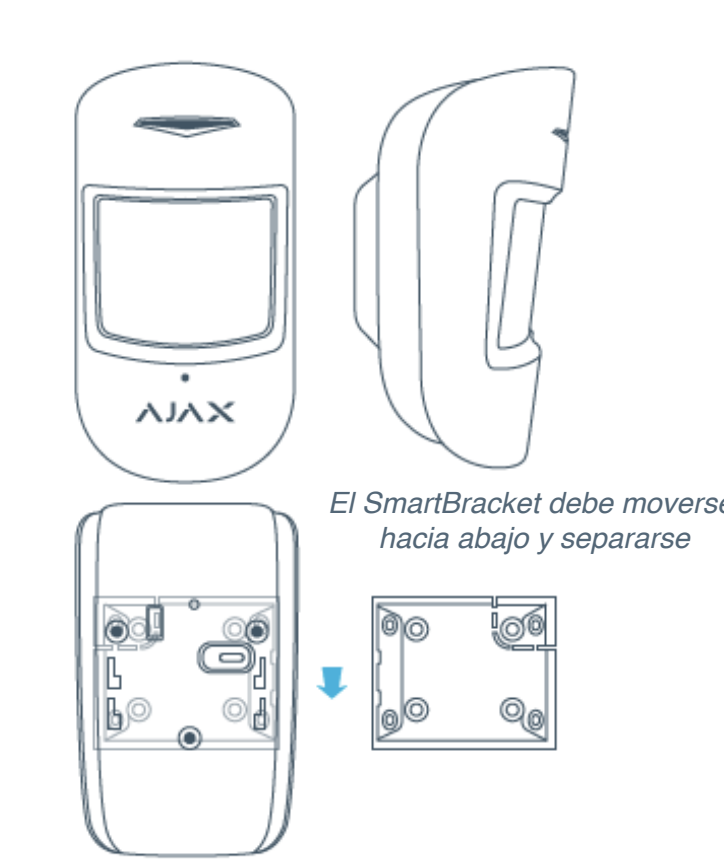

IMAGEN 1.
5.2 Para poder instalar el sensor, mueva la abrazadera de fijación plástica *SmartBracket* (IMAGEN 1) junto al marco y retírelo.